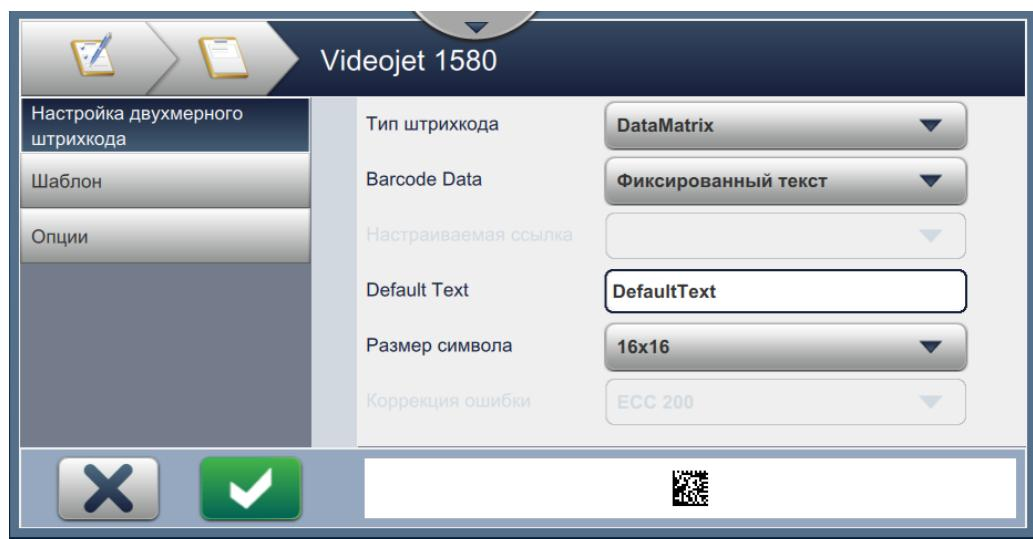

Рис. 6-10: Экран «Настройка двухмерного штрихкода»
4. Откроется экран «Настройка двухмерного штрихкода», как показано на Рис. 6-10.